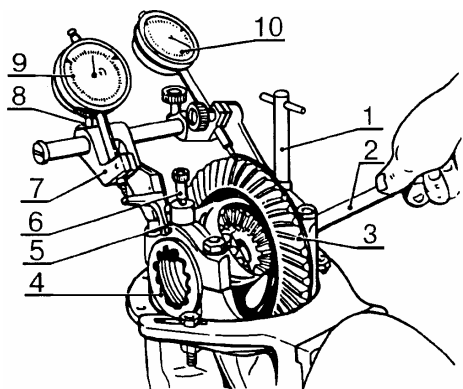
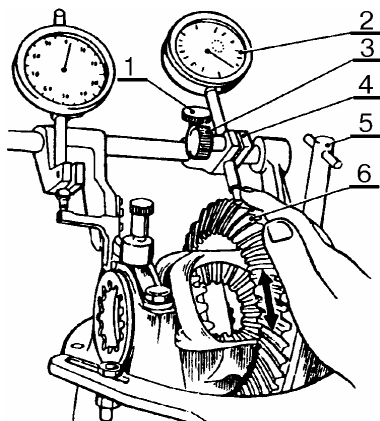

Рис.19.
Рис.20.
6.15 Отрегулировать предварительный натяг подшипников дифференциала и боковой зазор в зацеплении шестерен главной передачи, рис.19, 20:
- покачивая рукой ведомую шестерню 3, рис.19, поворачивать регулировочные гайки 4 ключом 2 до получения по индикатору 10 предварительного зазора в зацеплении шестерен главной передачи от 0,08 до 0,13 мм;
- покачивая рукой ведомую шестерню 6, рис.20, проконтролировать окончательную величину бокового зазора в зацеплении шестерен главной передачи. Если величина зазора не соответствует пределам от 0,08 до 0,13 мм, отрегулировать его, подтягивая одну из регулировочных гаек и отпуская другую на ту же величину. При этом следить по индикатору 9, рис.19, за сохранением величины предварительного натяга подшипников дифференциала от 0,14 до 0,18 мм.